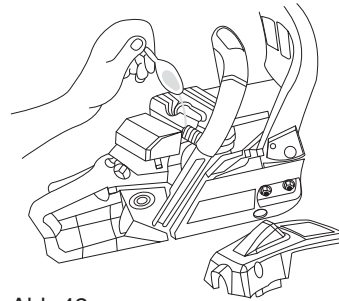

Abb.42
- Geben Sie einen Teelöffel sauberes Zweitaktöl in den Brennraum (Abb. 42). Ziehen Sie das Starterseil mehrmals langsam, um die inneren Komponenten zu schmieren.